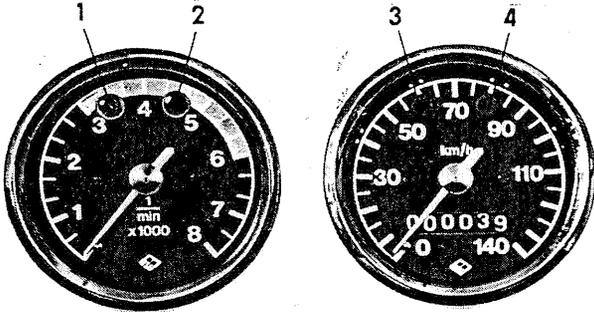

Fig. 111. Arrangement des feux témoin
L'exécution de luxe possède, en plus du tachymètre se trouvant également à la droite, un compte-tours mécaniquement propulsé et placé du côté gauche (voir fig. 111).
L'arrangement et la signification des feux témoin est visible à la fig. 111. En ce qui concerne le câblage et/ou l'interconnexion avec d'autres appareils électriques, les données nécessaires peuvent être retrouvées aux schémas de circuit (figures 109 et 110).
La fonction des lampes désignées par (1) ressort de la fig. 111. Les feux témoin (1) sont alimentés en potentiel électrique nécessité par les raccords à fiche plate (2).